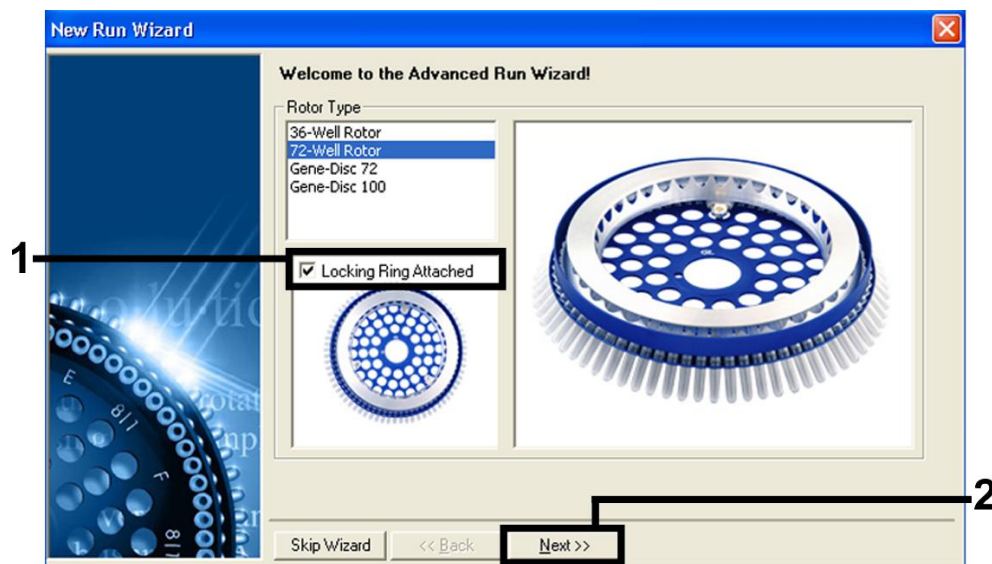

Figura 1. Cuadro de diálogo New Run Wizard [Asistente para nueva serie].
- Primero, abra el cuadro de diálogo **New Run Wizard** [Asistente para nueva serie] (Figura 1). Verifique el cuadro **Locking Ring Attached** [Anillo de bloqueo acoplado] y haga clic en **Next** [Siguiente].